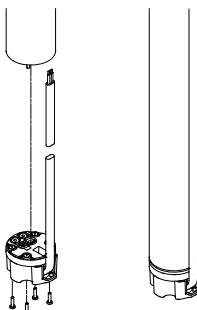

Fig. 8
4. Introducir la clavija del cable en el enchufe del motor. Debe encajarse correctamente, ver fig. 8.
5. Colocar y apretar los cuatro tornillos (1 - 1,5 Nm), ver fig. 8.